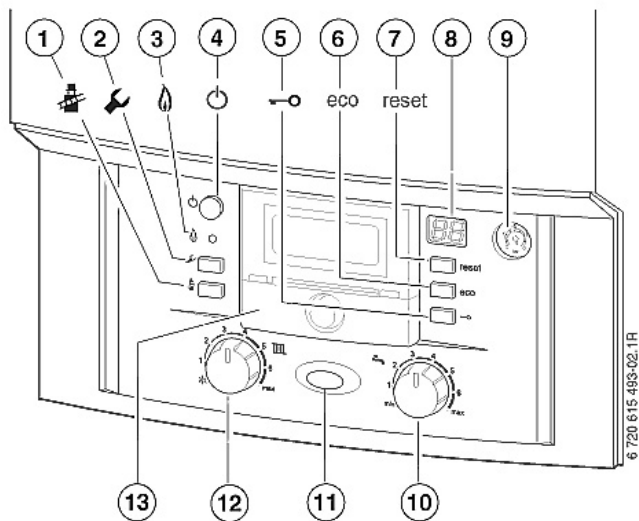

Fig. 5
- régulateur climatique encastré dans la chaudière (voir fig. 5 – n°. 13),